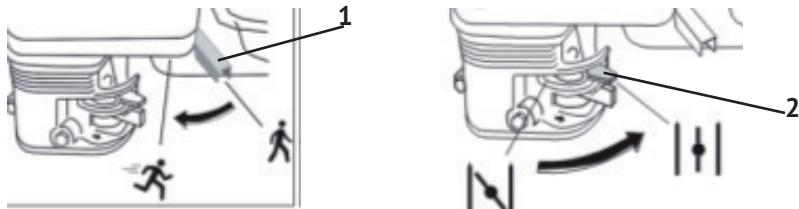

рис.6
- перевести рычаг воздушной заслонки (рис.6 поз.1) в положение “открыта”;
- перед началом работы виброплитой, перевести рычаг дроссельной заслонки (рис.6 поз.2) в положение максимальных оборотов двигателя.
- снять высоковольтный провод и выкрутить свечу (рис.6) из двигателя, используя свечной ключ (входит в комплект поставки);